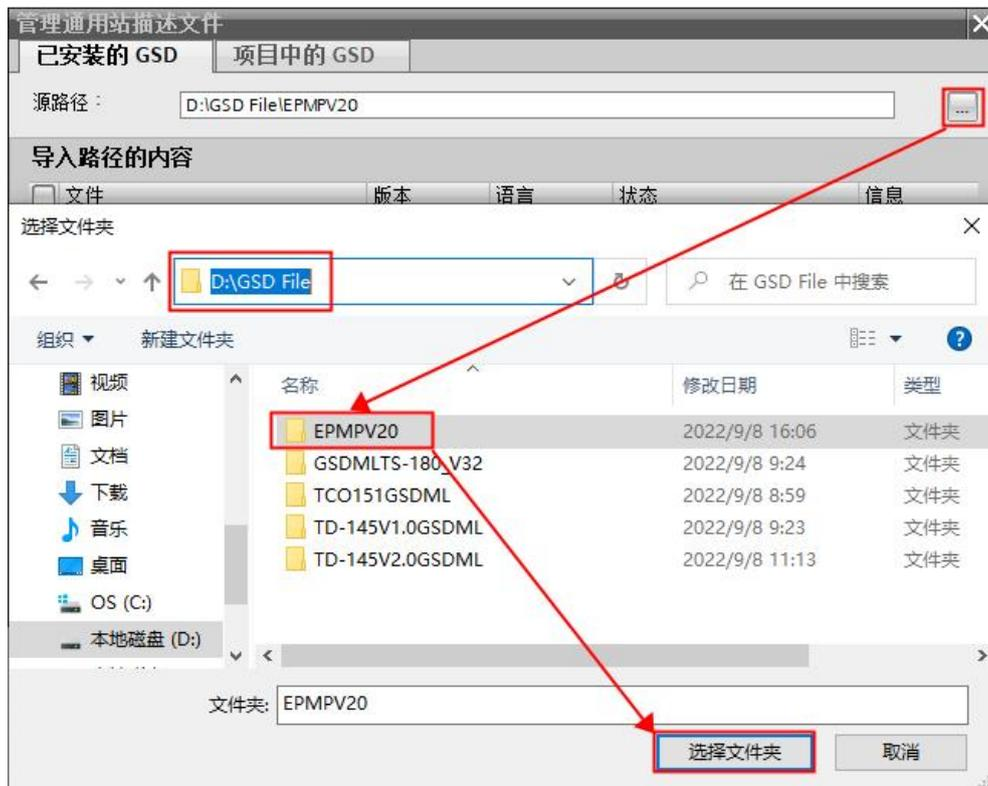

图 6 选择 GSD 文件路径
6. 在弹出的窗口中点击  并选择解压后的 EP-321MP 的 GSD 文件 (.gsd 文件) 所在文件夹（注意：路径中不能包含中文字符），并点击选择文件夹，如图 6 所示：